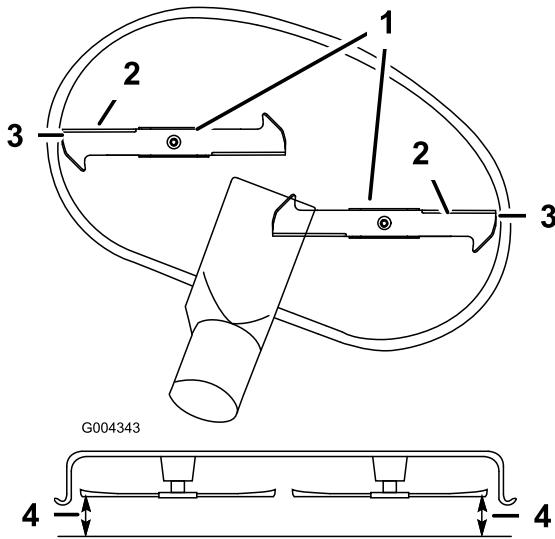

Figura 52
5. Rode cuidadosamente a(s) lâmina(s) de um lado para o outro (Figura 52). Meça entre as extremidades de corte exteriores e a superfície plana (Figura 52). Se ambas as medições não se encontrarem dentro do intervalo de 5 mm, é necessário um ajuste, continue com este procedimento.